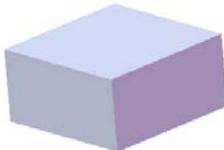
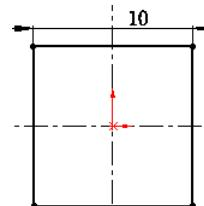

图 16.6.23 凸台一拉伸 1
图 16.6.24 横断面草图
Step2. 创建图 16.6.23 所示的零件基础特征——凸台一拉伸 1。
(1) 选择命令。选择下拉菜单 **插入(I)** → **凸台/基体(B)** → **拉伸(E)...** 命令(或单击“特征(F)”工具栏中的  按钮)。
(2) 定义特征的横断面草图。
① 定义草图基准面。选取前视基准面作为草图基准面。
② 定义横断面草图。在草图环境中绘制图 16.6.24 所示的横断面草图。
③ 选择下拉菜单 **插入(I)** → **退出草图** 命令，退出草图环境，此时系统弹出“凸台一拉伸”对话框。